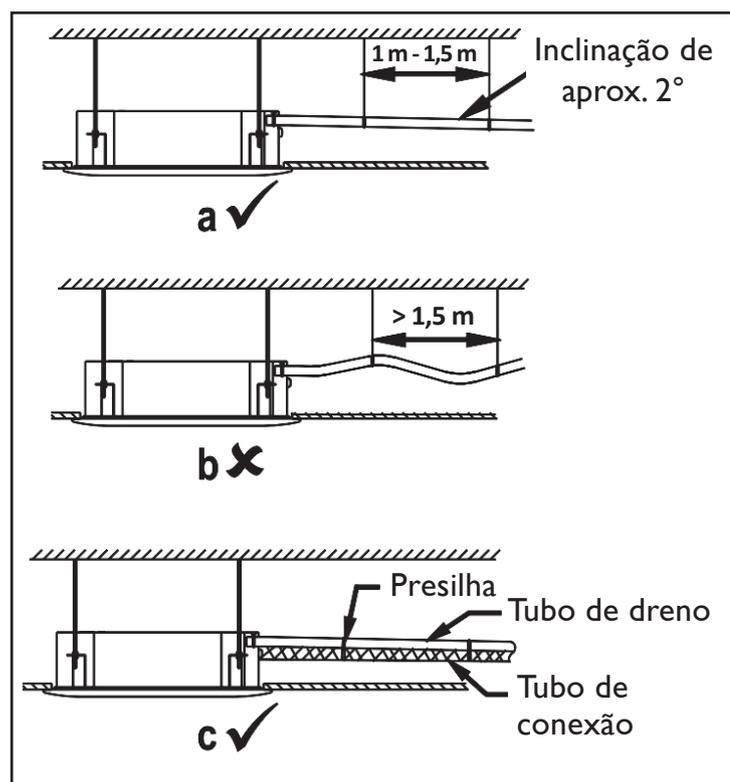

FIG. 23
- Para evitar que a água de condensado escorra para trás, retornando à unidade, o tubo de drenagem deverá ter uma inclinação (um pequeno declive) para baixo em direção ao lado de saída, considere aproximadamente 2° para esta inclinação. Evite qualquer saliência (tal como um degrau) ou depósito de água na tubulação. (Fig. 23 - Detalhe b)
- Não estique (arraste) demasiadamente o tubo de drenagem ao conectá-lo, para impedir que o corpo venha a puxá-lo. Entretanto, um ponto de suporte deve ser definido a cada 1,0 metros - 1,5 metros, para evitar que o tubo de drenagem perca eficiência (Fig. 23 - Detalhe a). Opcionalmente você pode amarrar o tubo de drenagem com o tubo de ligação para fixá-lo. (Fig. 23 - Detalhe c).